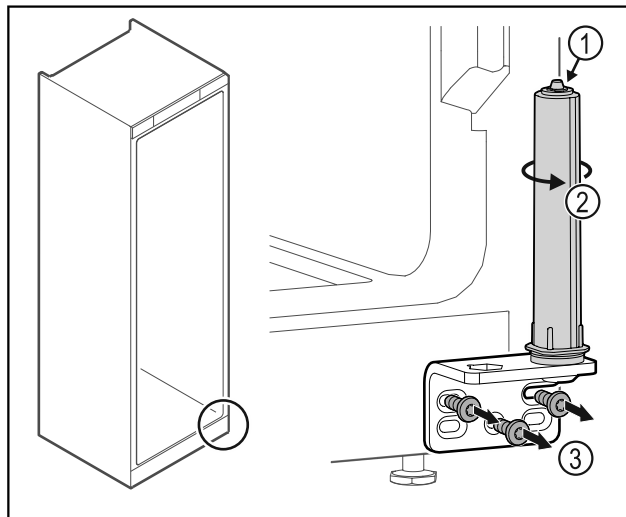

Fig. 38
- Du må ikke adskille dørlukkesystemet Fig. 38 (1).
- Drej lukkesystemet Fig. 38 (2), indtil det klikker.
- Skru hængselvinklen Fig. 38 (3) af.